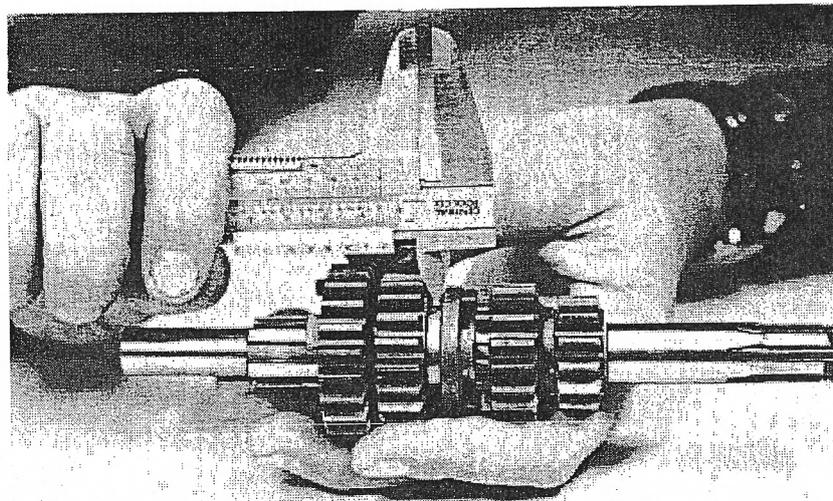

FIG.40
8. Mide el ancho de las ranuras que alojan las horquillas en los piñones y en la cruceta (Fig 40). Ninguna de estas ranuras debe medir mas de 4,30 mm (0.170"). Si alguna lo hace cámbiala.